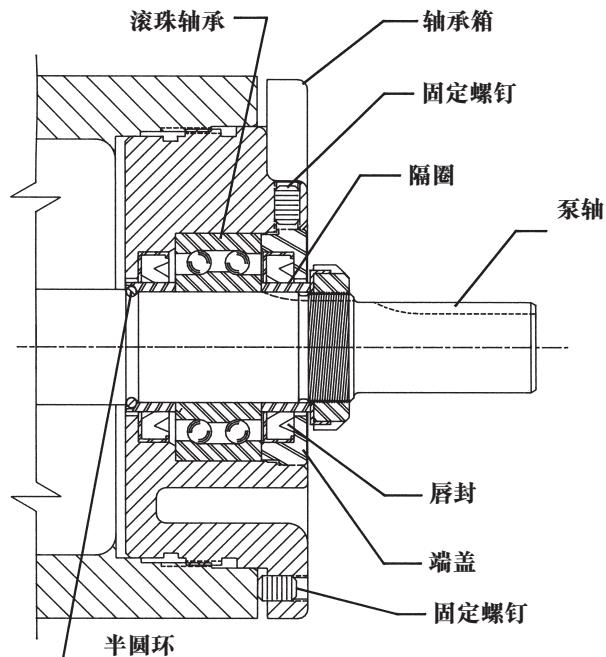

图 7
4. 松开轴承箱表面的两个固定螺丝，并从支架上拆下轴承箱组件。参见图 7。
4. 松开轴承箱表面的两个固定螺丝，并从支架上拆下轴承箱组件。**参见图 7。**